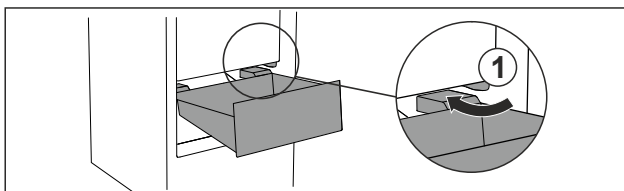

Fig. 106
- Far passare il cassetto intorno ai fermi Fig. 106 (1) inclinandolo.